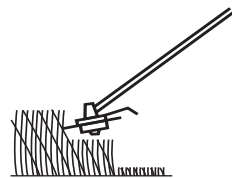
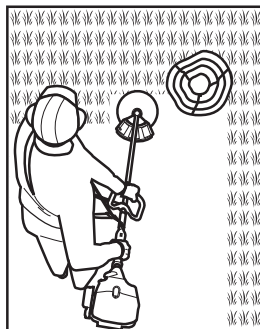

Fig. 25
Fig. 26
- > Si l'herbe est très haute, coupez en plusieurs passes (Fig. 25). Ne coupez pas l'herbe sur toute sa longueur en une seule fois (Fig. 26).